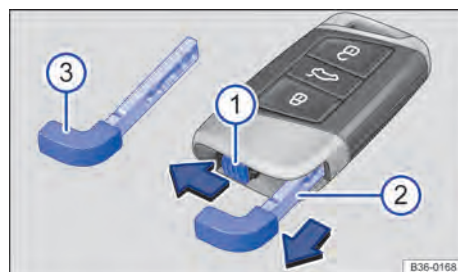

Fig. 72 Chave do veículo: destravamento da chave de emergência.
Legenda para Fig. 72:
- ① deslizar a trava na direção da seta.
- ② Retirar a chave de emergência no sentido da seta.
- ③ Destravar ou travar o veículo com a chave de emergência.
Na chave do veículo se encontra uma chave de emergência → Fig. 72 ③ para destravamento e travamento manual do veículo.